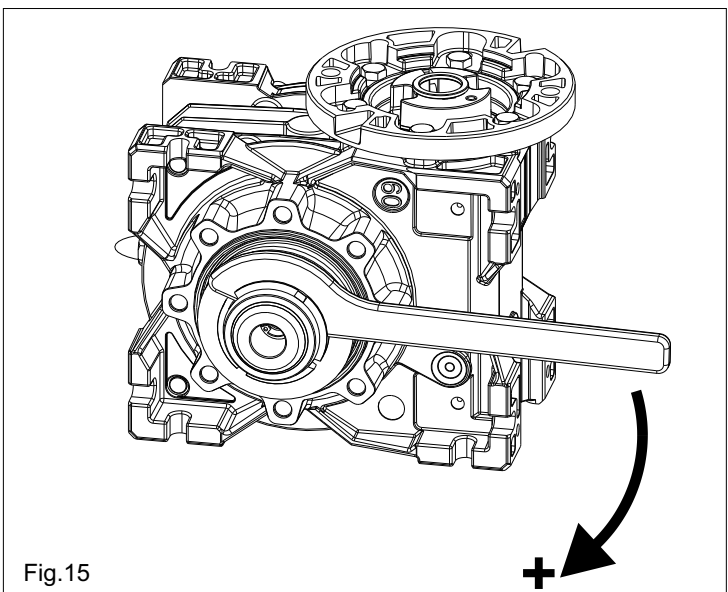

Fig. 15
- Para **aumentar** la cupla girar la llave en sentido horario, Fig. 15.